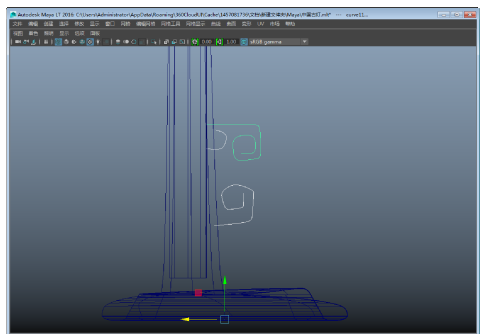

图 3-129 调整曲线
- 6 然后，使用同样的方法再绘制两条曲线，并调整它的形状，如图 3-129 所示。